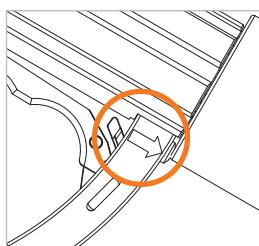

Abbildung 22
- Ziehen Sie den Verriegelungshebel (Pos. 5) in Pfeilrichtung zurück (Abbildung 22), um den Verriegelungsmechanismus zu lösen und den Betätigungshebel in die OFF-Stellung zu bringen.